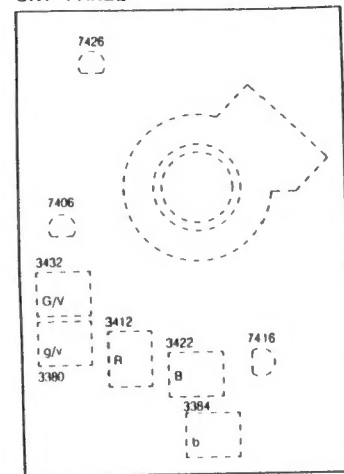

Fig. 12
B. EINSTELLUNGEN AN DER BILDRÖHRENPLATINE (siehe Bild 12)